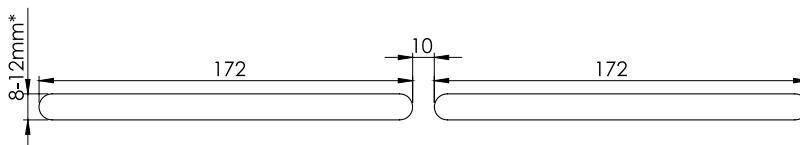

Abb. 1. Abstände und Fräserabmessungen für PVC- und Holzfenster.
1. Öffnungen im Fensterrahmen ausschneiden (Abb. 1);